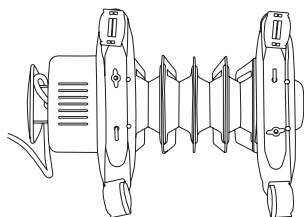

Рис. 4
1. Соединить одну из опорных ножек (2) с двумя роликами (1).
2. Закрепить гайками (3).
4. Перевернуть обогреватель нижней частью кверху, как показано на Рис. 4.
5. Продеть металлический держатель (4) через фиксатор.
6. Прикрепить опорную ножку с колесиками посредством металлического держателя (4)